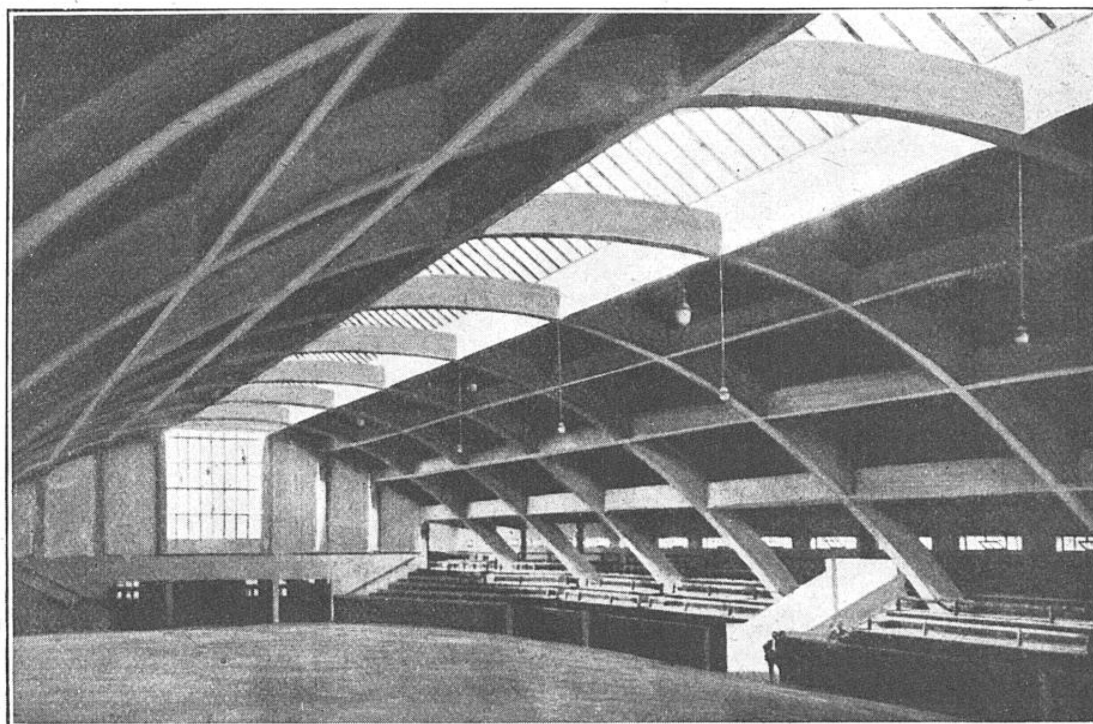
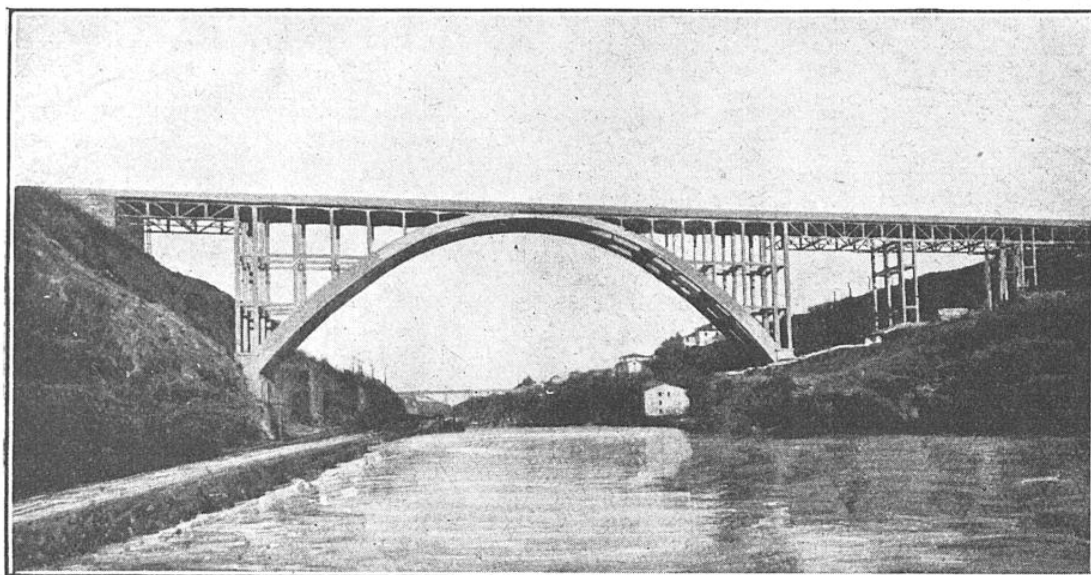

FIG. 7. — VUE INTÉRIEURE DU HALL DU MARCHÉ AUX BESTIAUX DE MAGDEBOURG (ALLEMAGNE)
FIG. 8. — PONT SUR L'ADDA, ROUTE DE MILAN A BERGAME (ITALIE), EN BÉTON ARMÉ
Heureusement, l'ingénieur a déjà réalisé avec le nouveau matériau des choses incontestablement belles. Dans l'élégante nudité de leurs formes calculées mathématiquement, de grands hangars sont beaux (1) (fig. 7), comme le sont beaucoup de ponts (2), de halls en béton armé (fig. 8). Et l'on construit, surtout dans les régions de l'Eu-